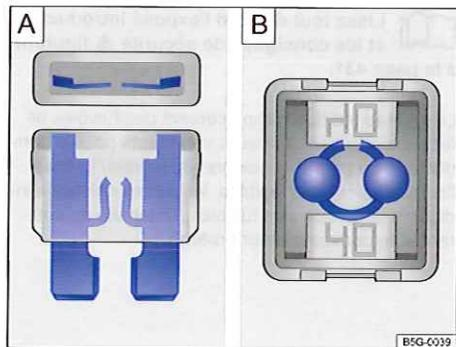

Fig. 251 Fusible grillé : A : fusible enfichable plat, B : fusible-bloc
- Un *fusible enfichable plat* (ATO®, MINI®) grillé est reconnaissable à la bande de métal fondu visible par le haut et le côté du boîtier transparent ⇒ fig. 251 A.
- Lorsqu'un *fusible-bloc* (JCASE®) est grillé, la bande de métal fondu est visible par le haut à travers le boîtier transparent ⇒ fig. 251 B.